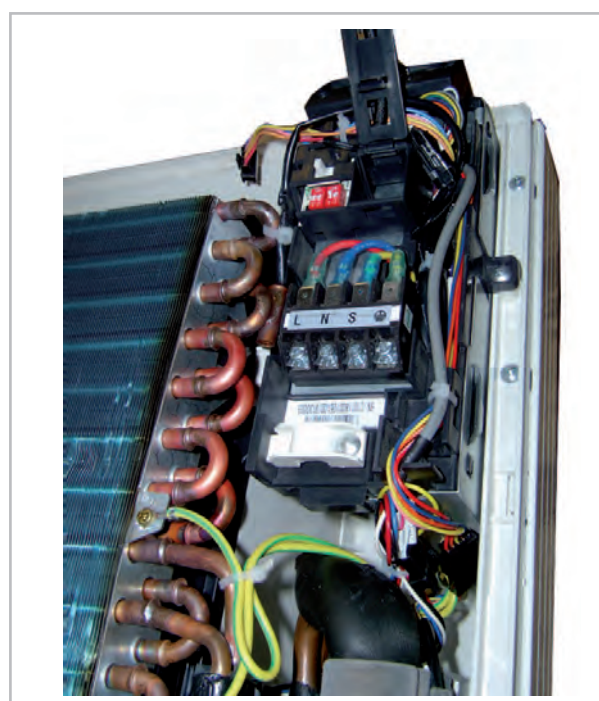

Abb. 26: Anschluss des Innengerätes
2. ➤ Lösen Sie die Abdeckungen auf der rechten Seite (Abb. 26).